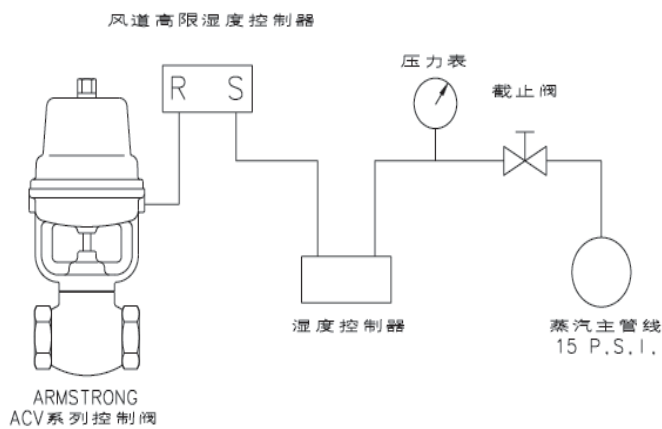

图 11-1
在蒸汽供汽管线上的“Y”型过滤器后安装阿姆斯壮控制阀，为水箱中的换热器提供蒸汽。气动控制阀的进气配管图，请参考 11 页图 11-1、11-2、11-3。
1) 气动控制阀：请参见第 11 页图 11-1、11-2 和 11-3。